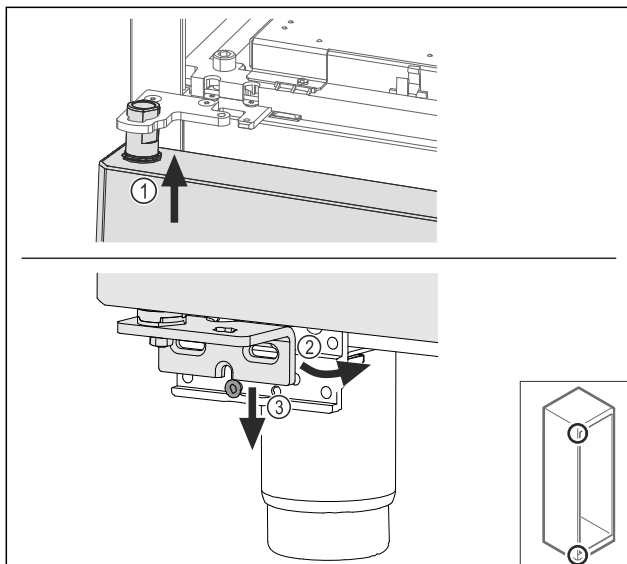

Fig. 64
- ▶ Așezați pe traseu ușa ușor basculată sus Fig. 64 (1), aliniați dreaptă ușa Fig. 64 (2) și așezați jos pe șurubul suportului de lagăr Fig. 64 (3).